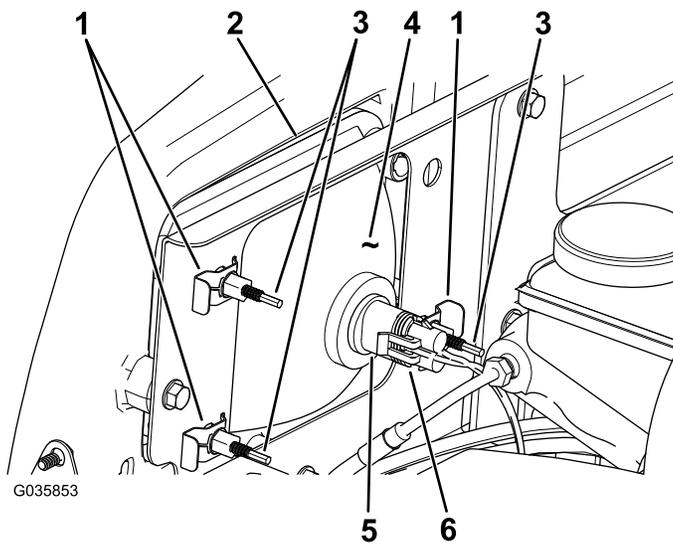

Figure 42
3. Débranchez le connecteur électrique de faisceau du connecteur du phare (Figure 42).
- Déposez les clips rapides qui fixent le phare à son support (Figure 42).
- Sortez le phare en le déplaçant vers l'avant à travers l'ouverture dans le pare-chocs avant (Figure 42).
- Montez le phare neuf par l'ouverture dans le pare-chocs (Figure 42).
- Branchez le connecteur électrique de faisceau sur le connecteur de l'ampoule (Figure 42).
- Au dos du phare, tournez les vis de réglage (Figure 42) pour orienter le phare et aligner la position de son faisceau.